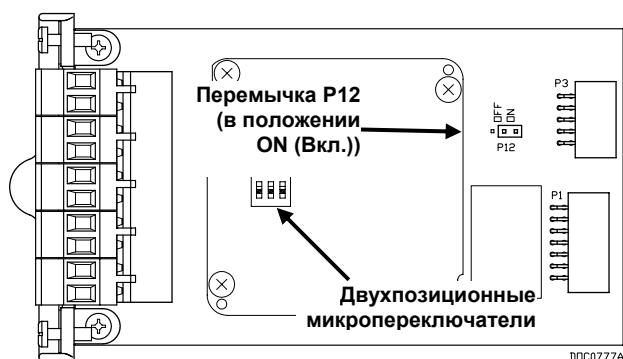

Рис. 7. Перемычка P12 на модуле H1 PWR
- Поместите модуль так, как показано на Рис. 7.